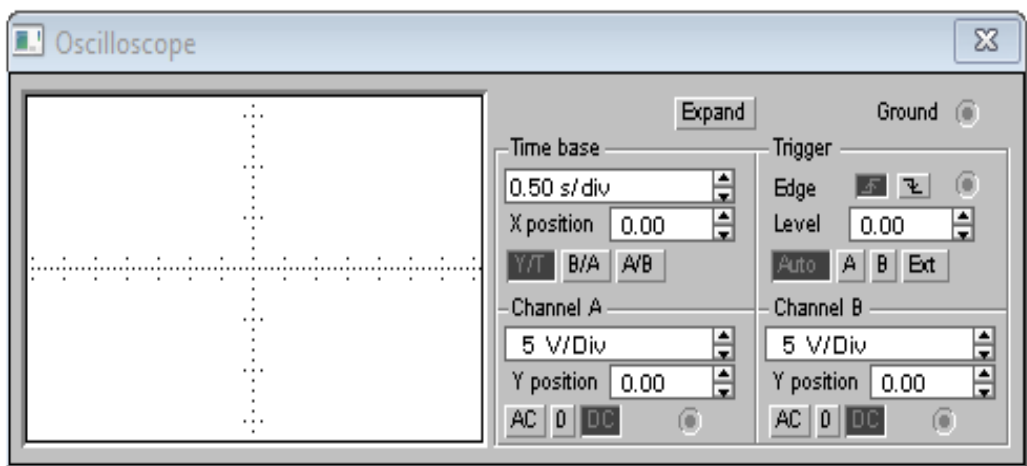
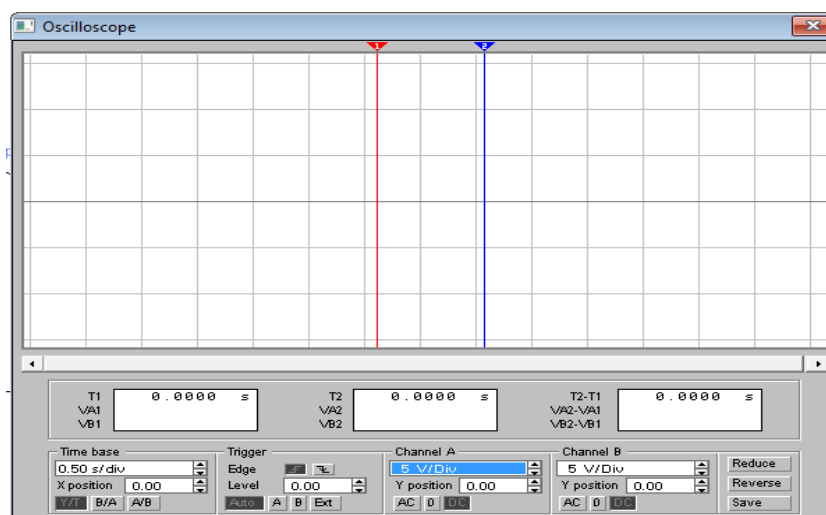

Рисунок 9.2
Рисунок 9.3
- Двойным нажатием левой кнопкой мыши на осциллогарфе откройте окно «Oscilloscope» (См. Рис. 9.2). Для расширения возможностей осциллографа нажмите кнопку «Expand» (См. Рис. 9.3).